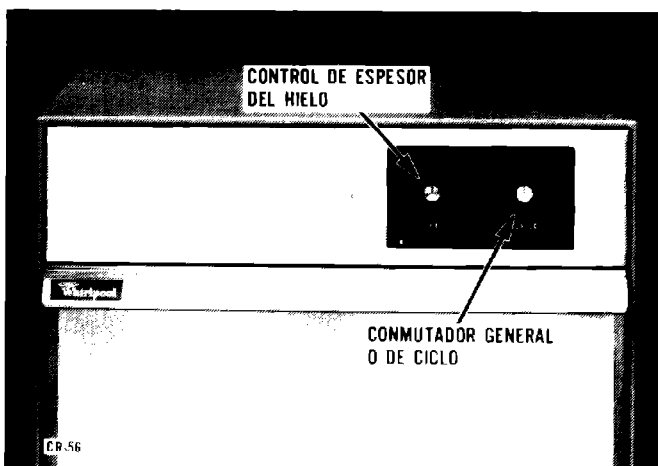

FIGURA 1 — CONMUTADOR GENERAL
La máquina ha sido ajustada en fábrica para producir hielo de aproximadamente 13 mm de espesor. El espesor se puede aumentar o disminuir ajustando convenientemente el control de espesor (Figura 1), aunque el mejor rendimiento se obtendrá con un espesor de 13 mm.
1. Poner el conmutador general (*Figura 1*), en la posición « OFF » (parada).